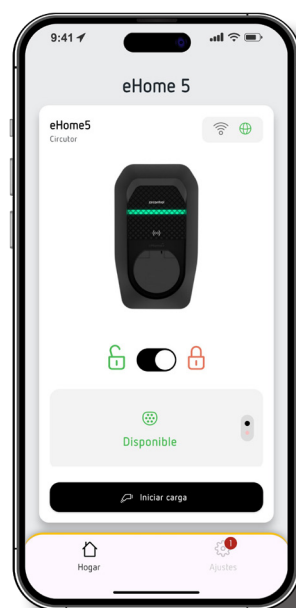

Figura 54: Notificación de actualización de firmware.
Al acceder a la aplicación, si existe una nueva versión de firmware disponible, aparece un indicador rojo **1** sobre el icono de Ajustes, tal como se muestra en la **Figura 54**.
- ① Acceder al menú **Ajustes** en la parte inferior de la pantalla y seleccionar **Cargador**, **Figura 54**.
- ② Seguir las instrucciones mostradas en la burbuja informativa hasta llegar a la opción **Actualizar Firmware**.